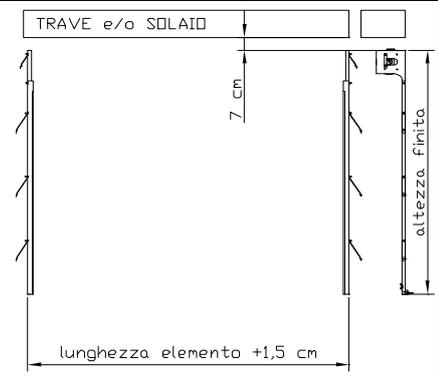

FIG. 05
2. Murare a livello e a piombo le guide assemblate alle bandiere, parallele tra loro (FIG.05).L'installatore può scegliere se murarle utilizzando le tenute fornite o fissarle tramite l'utilizzo di tasselli a pressione e viti. Verificare che la misura interna delle guide sia maggiore o uguale circa di mm 10 (mm 5 per lato) rispetto al taglio degli elementi del telo.